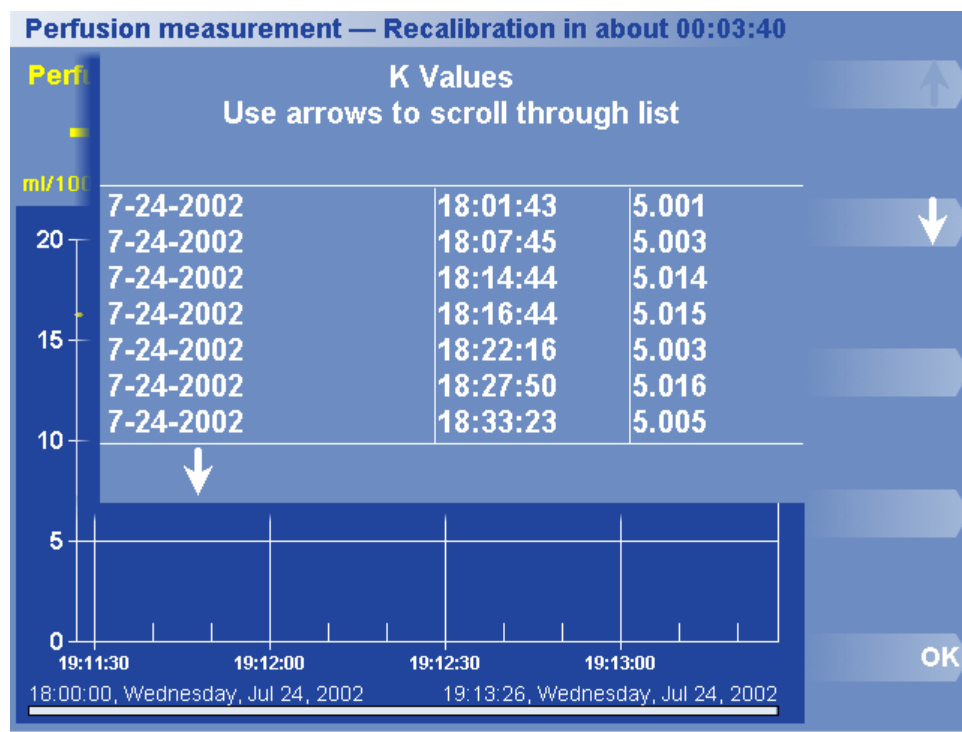

Figura 36. Caixa de Diálogo e Menu Listar Valores K
1. Prima Opções > Ver Dados > Select Plots & List K (Seleccionar Traçados e Lista K) > List K (Lista K). Aparece a caixa de diálogo Lista K (Figura 36). A lista mostra a data e hora de registo de cada valor K.